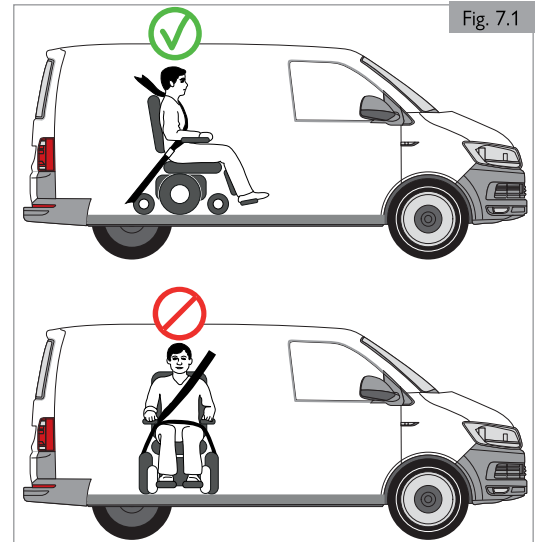

Fig. 7.1
- La silla debe colocarse mirando hacia el frente. Esta silla está aprobada para usarse en automóviles y cumple con los requisitos de transporte con orientación hacia delante y colisiones frontales. La silla de ruedas no ha sido testada para su uso en otras posiciones en un vehículo (Fig. 7.1).